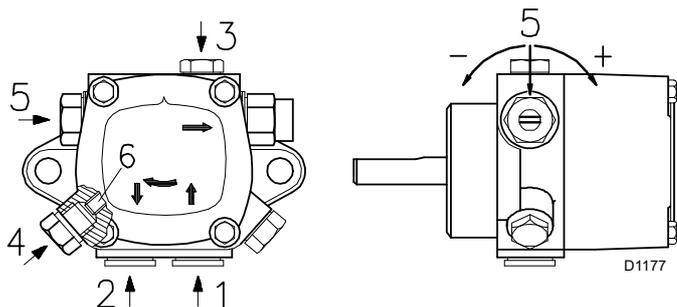

Fig. 26
Leyenda (Fig. 26)
- Para que la bomba (Fig. 26) pueda autocebarse, es indispensable aflojar el tornillo 3)(Fig. 26) de la bomba para purgar el aire que pueda haber en el tubo de aspiración.
- Cuando el gasóleo sale por el tornillo 3)(Fig. 26), la bomba está cebada. Detener el quemador: interruptor 1)(Fig. 27) en posición "OFF" y enroscar el tornillo 3)(Fig. 26).